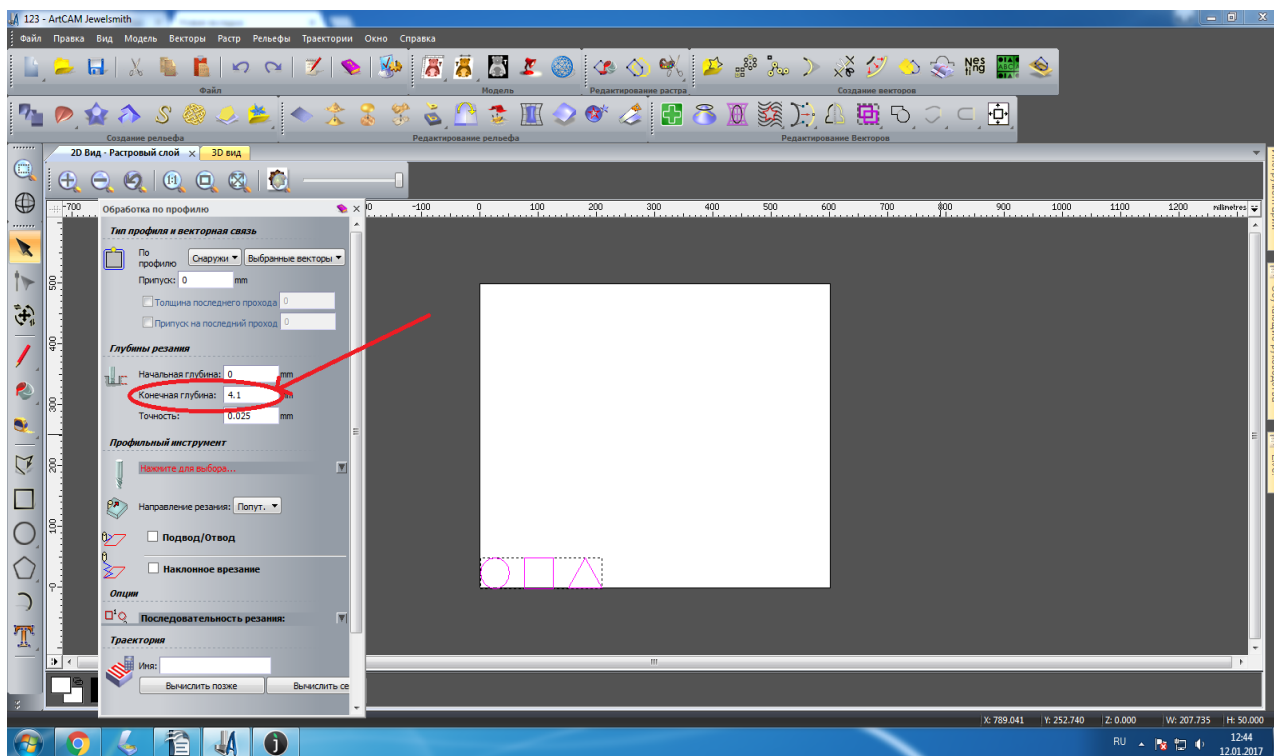

Рисунок 37. «Конечная глубина»
39. Задайте максимальную глубину, на которую нужно резать наш материал, т.е "конечная глубина". Глубину обработки можно делать немного больше, чем толщина материала. Это связано это с тем, что материал не всегда равномерный по толщине или не плотно прилегает к столу. Если толщина фанеры 4 мм, то Конечная глубина будет составлять 4.1., т.к. фреза должна пройти сквозь материал, рисунок 37